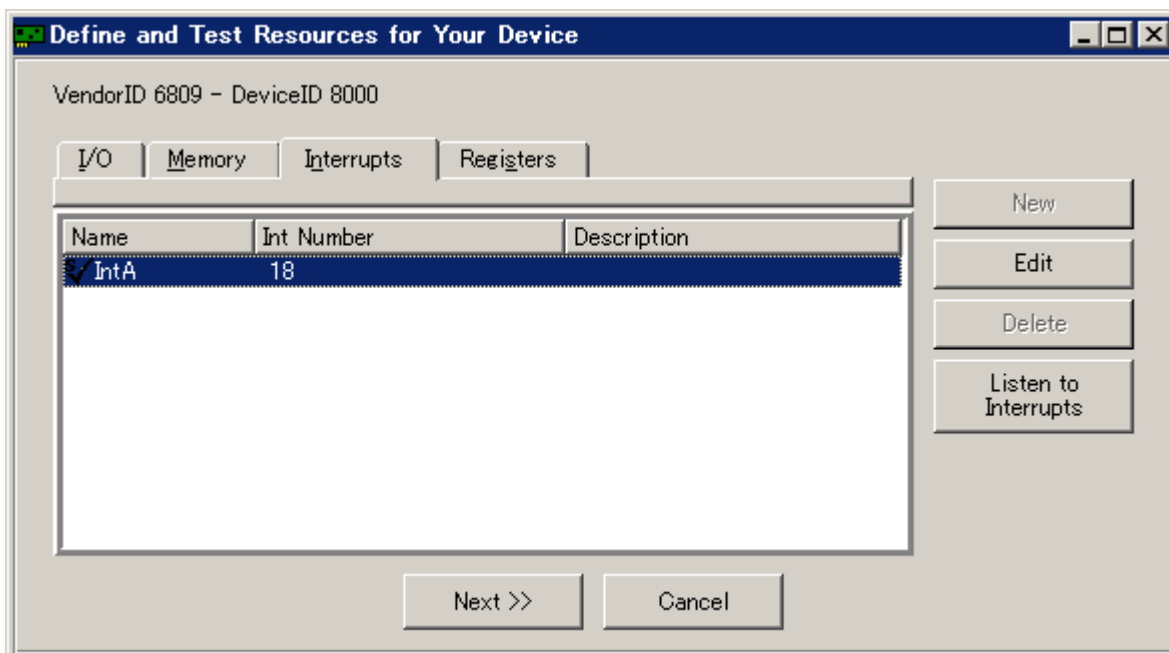

図 8 割り込みの確認
- ・ ハードウェアの割り込みを Listen (確認) する。[Listen to Interrupts] をクリック (図 8)